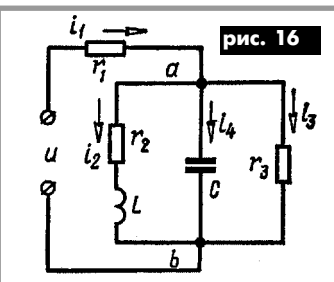

рис. 16
**18.** Параметры параллельного контура (рис. 16) имеют следующие значения:  $r_1 = 1$  Ом,  $L_1 = 25$  мГн,  $C_1 = 1600$  пФ,  $r_2 = 4$  Ом,  $L_2 = 150$  мкГн. Найти частоты резонанса токов, напряжений и сопротивления цепи при этих частотах. Чему равна добротность контура и эквивалентная добротность при его подключении к генератору с внутренним сопротивлением  $R_i = 20$  кОм. Какова при этом полоса пропускания контура? Определить область частот, при которых модуль сопротивления параллельного контура больше 10 кОм. Определить эквивалентные активные и реактивные сопротивления контура на границах этой области. При каком условии сопротивление контура при резонансе токов будет иметь максимально возможное значение? Как нужно подключить контур к источнику синусоидальной ЭДС с амплитудой  $E_m = 100$  В и внутренним сопротивлением  $R_i = 20$  кОм, чтобы мощность, выделенная в контуре, была максимальна и чему она равна?